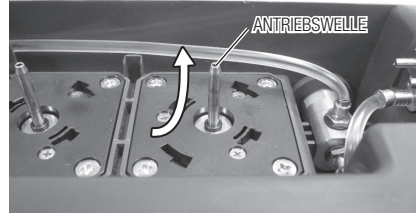

Abb.40
- Wischen Sie Schmutz und Flüssigkeit von unten nach oben von der Antriebswelle (Abb. 40).